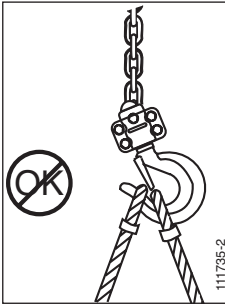

Afb. 1
De bravo™-takel is geleverd, uitgerust met een hijsketting (tek. 1, afb. 1) met een standaardhoogte van 1.50 m. De hijsketting van de modellen 0.5 tot 3 t bestaat uit één enkele draad met aan het uiteinde een hijshaak (tek. 2, afb. 1). De hijsketting van het model 6 t bestaat uit 2 draden en een gemoffelde hijshaak (tek. 3, afb. 1).
Het vrije uiteinde van de ketting is uitgerust met een lage eindaanslag (tek. 4, afb. 1).
1. Controleer of de bravo™-takel correct op de ophanghaak opgehangen is (tek. 5, afb. 1) en of de veiligheidspal van de haak (tek. 6, afb. 1) goed gesloten is (zie afb. 2 en 3).
De bravo™-takel wordt bediend met een hefboom (tek. 7, afb. 1), ingeschakeld door de operator door een heen-en-weer beweging om de last te hijsen, te doen dalen, te trekken of op te spannen.